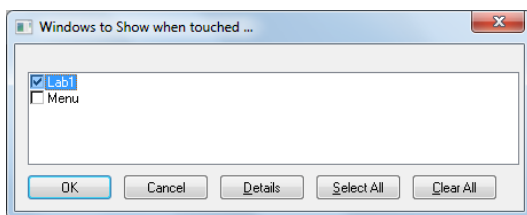

Рисунок 27
**20** В появившемся окне свяжите данную кнопку с окном **Lab1**, выбрав его из списка (рисунок 27). После выбора окна, которое будет открываться по кнопке нажмите кнопку OK.